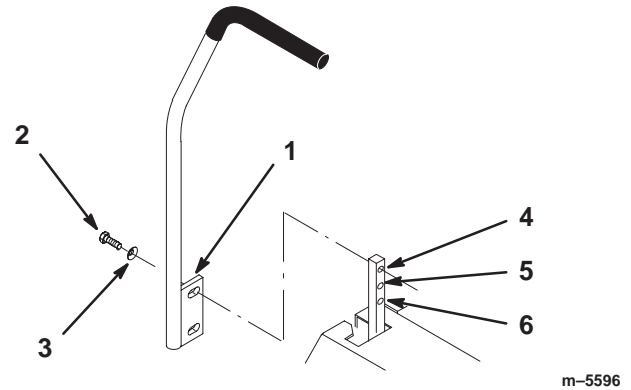

Figure 4
1. Retirez les 4 boulons (3/8 x 1") et 4 rondelles élastiques (3/8") qui fixent les leviers de commande de déplacement aux axes des bras de commande pour l'expédition (Fig. 4).
2. Placez les leviers (plaque de montage dirigée vers l'arrière) à l'extérieur des axes des bras de commande et fixez-les en place au moyen des 4 boulons (3/8 x 1") et 4 rondelles élastiques (3/8") (Fig. 4).
4. Alignez l'avant et l'arrière des leviers, l'un par rapport à l'autre, en position point mort. Desserrez les fixations et réglez en faisant glisser/en inclinant le(s) levier(s) en avant ou en arrière jusqu'à ce qu'ils soient correctement alignés (Fig. 4).